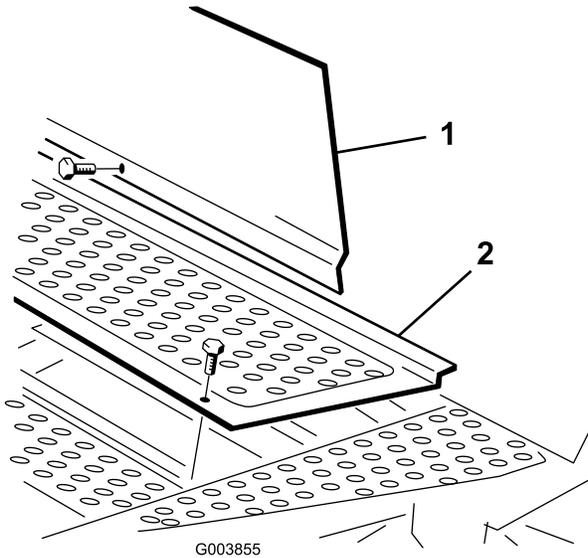

Figure 5
plancher et l'extrémité gauche du panneau d'accès (Figure 5).
- Remplacer la fixation du panneau de plancher par un boulon à embase ((5/16 x 5/8 pouce) fourni avec les pièces détachées (Figure 5).
- Remplacer la fixation du panneau d'accès par un boulon à embase ((5/16 x 3/4 pouce) fourni avec les pièces détachées (Figure 5).